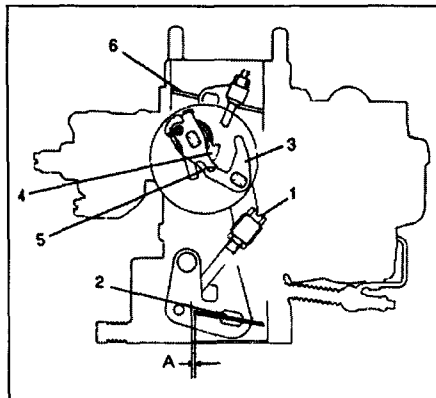

Рис. 4.27 Регулировка пусковых оборотов - полуавтоматический привод
- 27 Приоткройте дроссельную заслонку. Закройте воздушную заслонку так, чтобы рычаг привода установился на наивысшей ступени кулачка. Отпустите дроссельную заслонку (рис. 4.27).